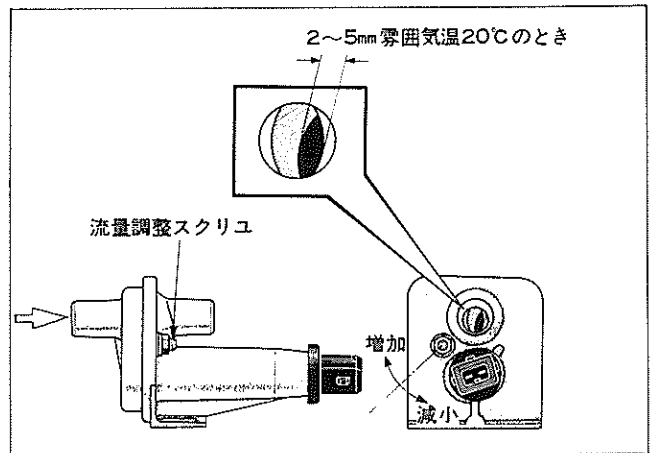

図3-3-59 エア バルブ点検
- (1) エア ホースをはずし 目視でバルブの開閉状態を点検する。
- a 雰囲気気温が約 2°C のときには図3-3-59のようにバルブが開いていること。